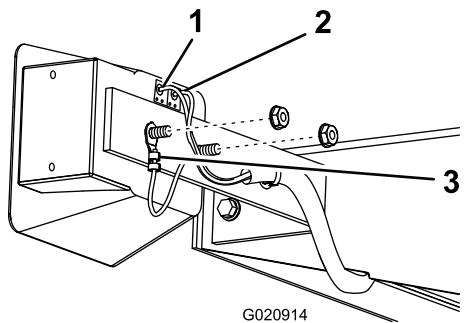

Figura 14
- Repita los pasos 2 a 5 para la luz del lado derecho de la máquina (Figura 14).